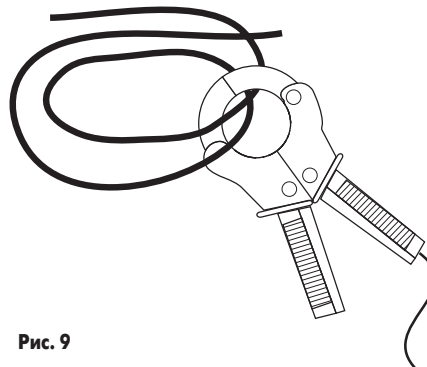

Рис. 9
**Пример: (рис. 9), модель датчика S30, коэффициент трансформации 1000:1**